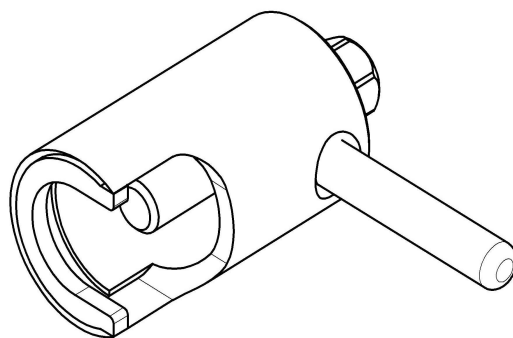

Рис.14. Съемник крыльчатки(11000002907).
- снять крыльчатку при помощи специального съемника (см. рис.14);